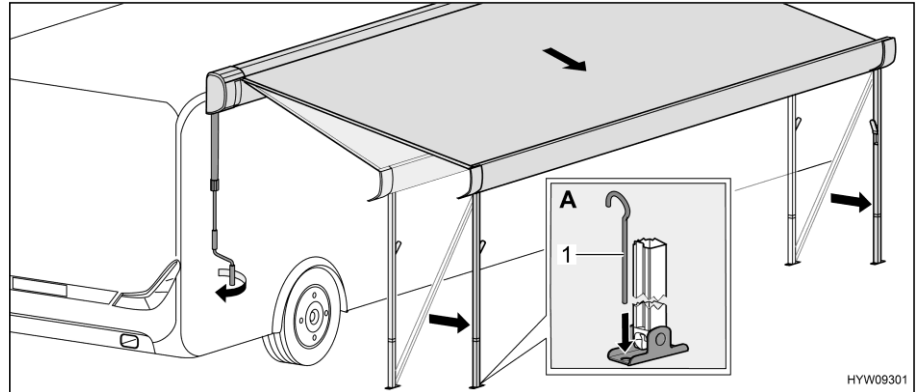

Fig. 16 Mover el toldillo a la posición final
- Fijar los pies de apoyo en el suelo usando piquetas (Fig. 16,1) (Fig. 16,A).